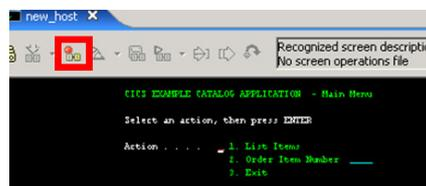

Abbildung 33
1. Um einen neuen Flow für ein Service Flow Projekt aufzuzeichnen, klicken wir auf das **Start Recording Flow** Icon (Abbildung 33).